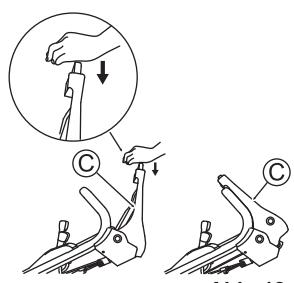

Abb. 18
3. Drücken Sie den Klingenhebel (C) nach vorne und drücken Sie gleichzeitig dessen gelben Knopf. Die Klinge beginnt, sich zu drehen. (Siehe Abb. 18)